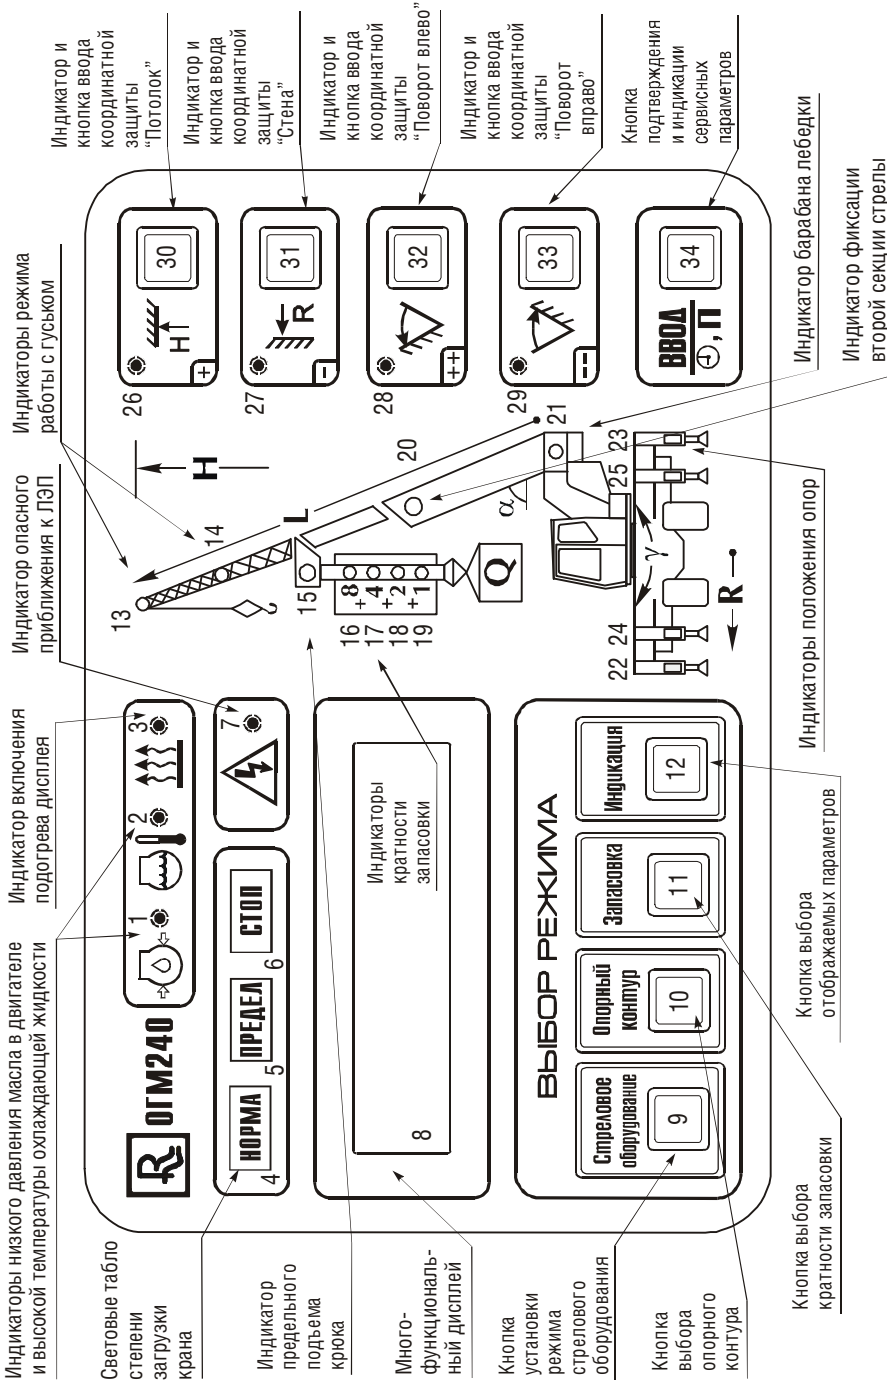

Рисунок 3 — Передняя панель прибора безопасности
На передней панели блока индикации (см. рисунок 3) расположен двухстрочный символьный дисплей (8) для отображения рабочих параметров крана, диагностических и информационных сообщений. Дисплей имеет встроенную подсветку для работы в темное время суток. Подсветка включается автоматически при включении прибора безопасности.